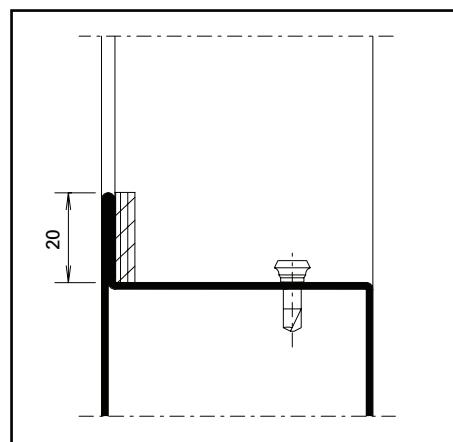

Abb. 11 / Fig. 11 / Fig. 11
1. Dichtungsband 20 mm breit (selbstklebend) auf Lappenseite bündig zum Falzgrund ankleben (Abb. 11)
1. Coller la bande d'étanchéité largeur 20 mm (autocollante) du côté battu à fleur de la feuillure (fig. 11)
1. Attach the distance strip 20 mm width (self-adhesive) flush with the bottom of the rebate on the flange side (fig. 11)